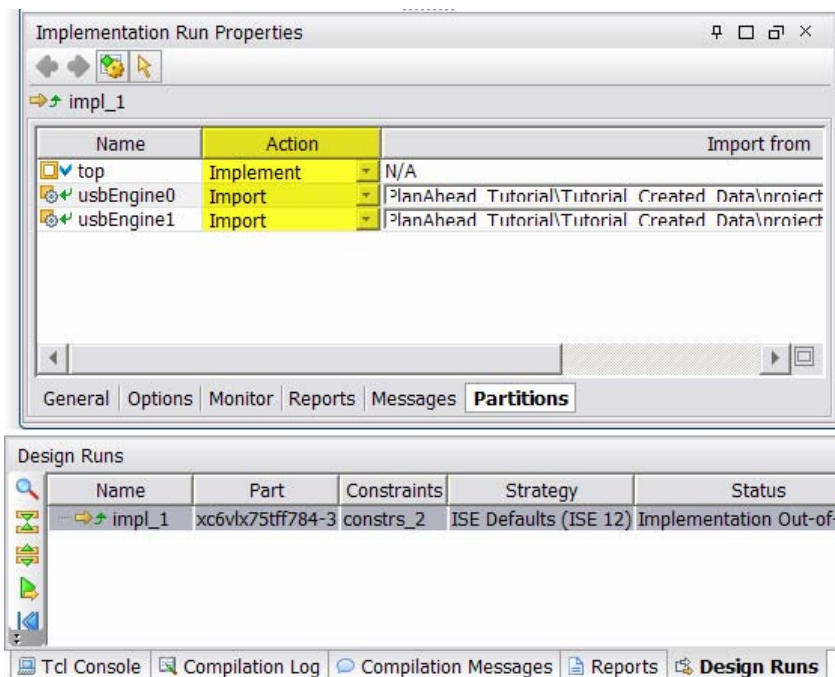

図 27 : パーティション ステートの検証
- 6-1-2. [Implementation Run Properties] ビューで [Partitions] タブを選択します (図 27)。